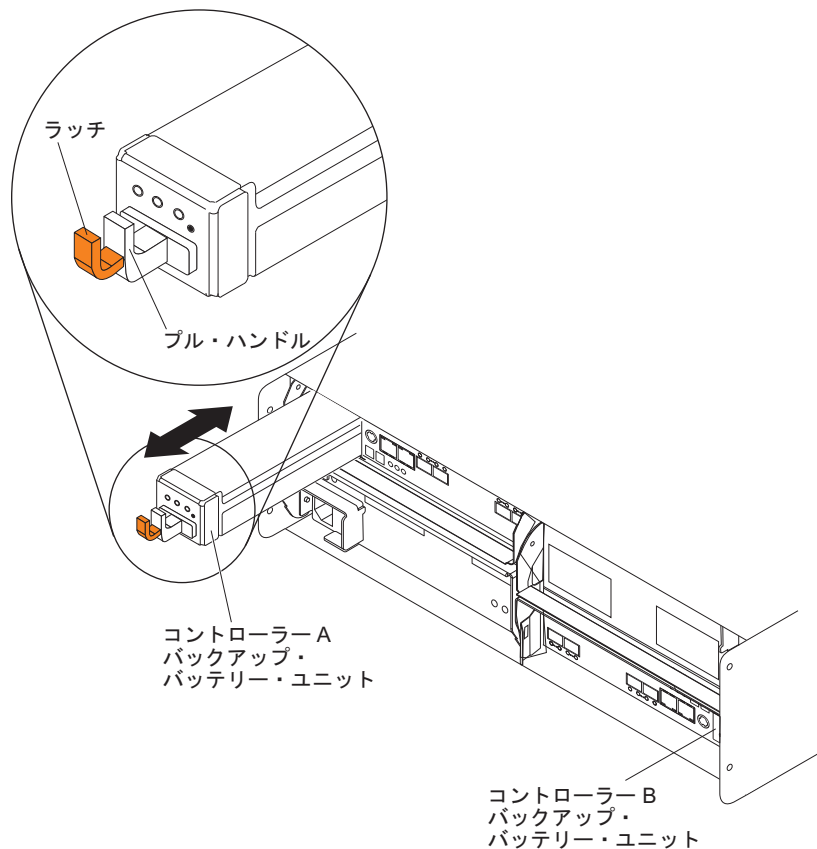

図 84. コントローラー・シャーシからのバッテリーの取り外しと再取り付け
5. RAID コントローラーから障害のあるバッテリー・ユニットを取り外すには、174 ページの図 84 に示すように、バッテリー・ユニットのオレンジ色のラッチを黒色のバッテリー・ハンドルに向けて押して DS3950 シャーシからバッテリーのラッチを外し、ハンドルを使用してバッテリー・ユニットをコントローラー・シャーシからゆっくりと引き出します。